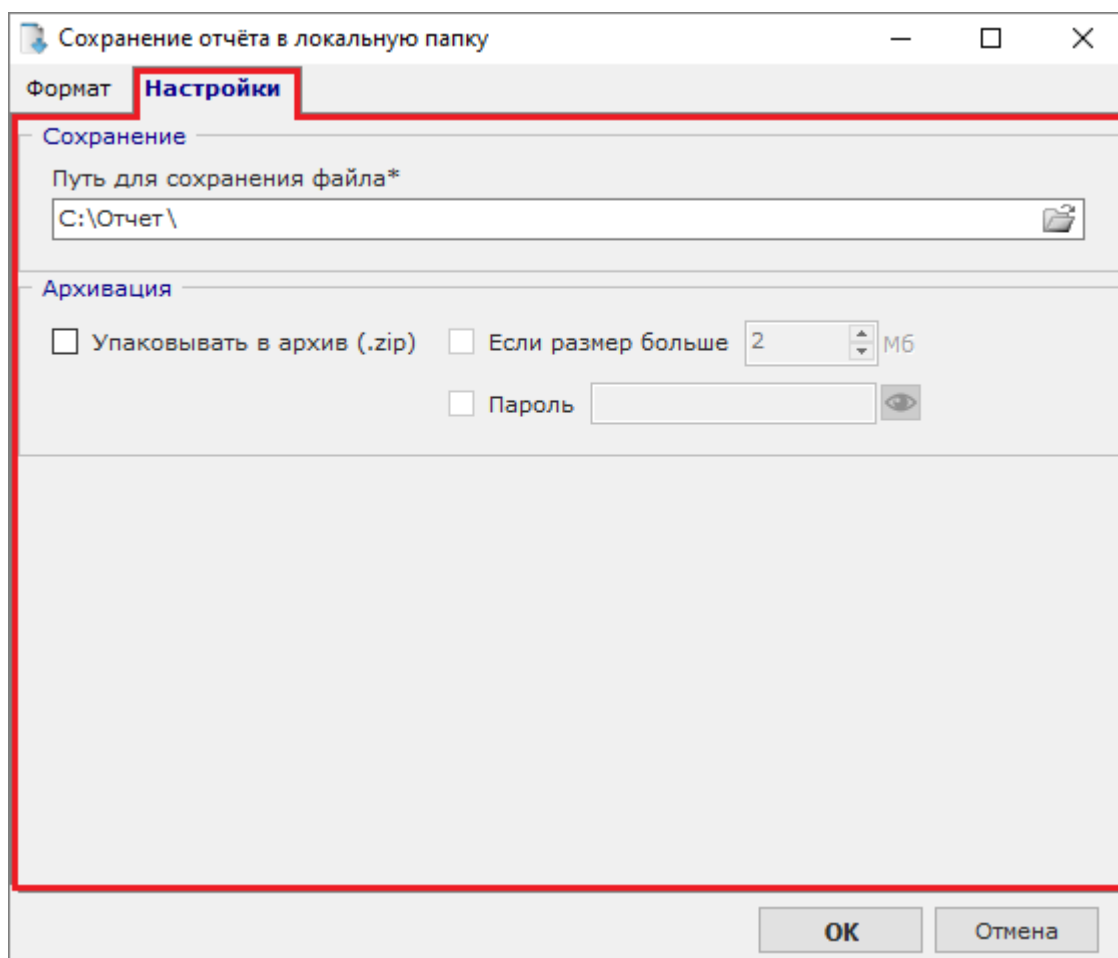

Рисунок 10-243 Вкладка "Настройки" окна "Сохранение отчета в локальную папку"
- на **вкладке «Настройки»** (см. Рисунок 10-243) определите путь для сохранения файла и задайте параметры архивации.